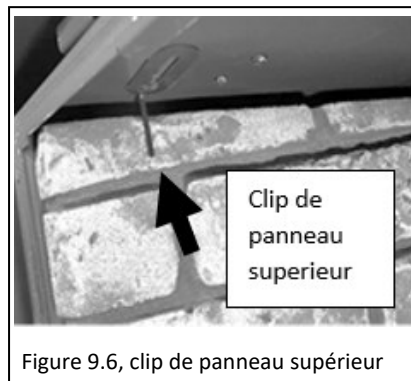

Figure 9.6, clip de panneau supérieur
2. Installez le réfractaire latéral en faisant glisser le haut du panneau vers le haut et en position. Fixez avec les clips de panneau préalablement pliés (Figure 9.6).
3. Installez le réfractaire latéral en faisant glisser le haut du panneau vers le haut et en position. Faites glisser le bas du réfractaire jusqu'à ce qu'il soit serré contre le côté de la chambre de combustion. Fixez le réfractaire latéral avec les attaches du panneau inférieur et (4) vis (incluses dans le kit).
4. Installez les attaches supérieures du réfractaires précédemment courbées (Figure 9.6).